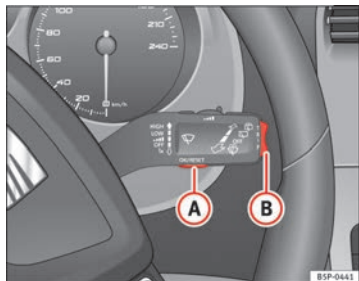
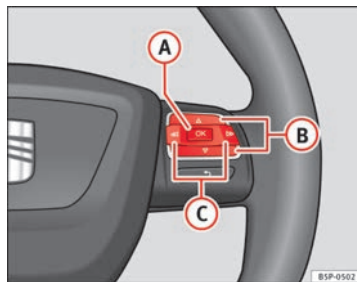

Abb. 45 Scheibenwischerhebel: Taste A zum Bestätigen von Menüpunkten und Wippe B zum Wechseln der Menüs
Abb. 46 Bedienelemente am Lenkrad: Taste A zum Bestätigen der Menüpunkte und Tasten B zum Wechseln der Menüs
- Zum Aufrufen des Menüs „Einstellungen“ drücken Sie die Taste **(C)** ⇒ **Abb. 46**, bis die entsprechende Anzeige am Display erfolgt. Nun befinden Sie sich in diesem Menü.
- Zum Umschalten zwischen den Speichern drücken Sie bei eingeschalteter Zündung kurz die Taste **[A]** ⇒ Abb. 45 ⇒ Seite 68 am Scheibenwischerhebel oder die Taste **[OK]** am Multifunktionslenkrad ⇒ Abb. 46 ⇒ Seite 68.
In der Multifunktionsanzeige können Sie durch Betätigen der Wippe **B** ⇒ **Abb. 45** ⇒ Seite 68 am Scheibenwischerhebel oder durch Drücken der Taste **Δ** bzw. **▽** ⇒ **Abb. 46** am Multifunktionslenkrad\* die folgenden Daten abfragen.